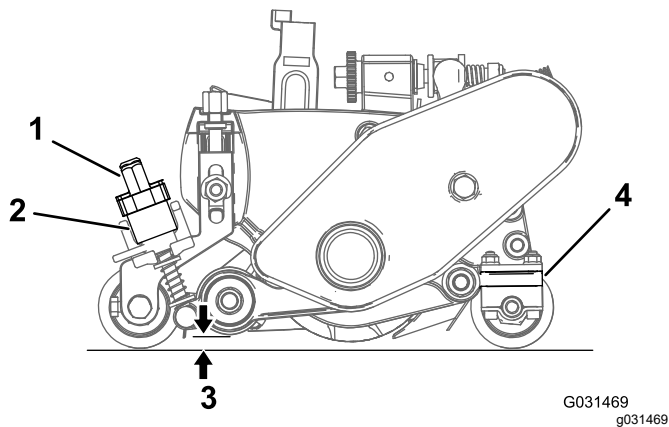

Bild 28
2. Drehen Sie die Expresshubhebel (Bild 28) in die EINSATZ-Stellung (Griff zeigt zur Vorderseite des Mähwerks).
- Messen Sie am Ende der Groomerspindel den Abstand von der niedrigsten Spitze des Groomermessers bis zur Arbeitsoberfläche (Bild 28). Drehen Sie das Handrad zur Höheneinstellung (Bild 28), um die Groomer-Messerspitze auf die gewünschte Groominghöhe anzuheben oder abzusenken.